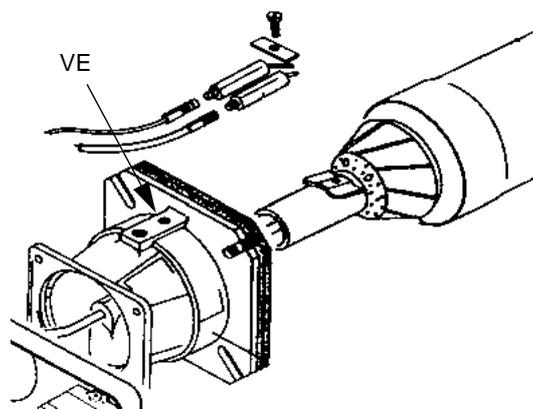

Fig. 18
- Smontaggio esame e pulizia testa di combustione (Fig. 18);
- Per accedere alla testa di combustione e agli elettrodi allentare la vite VE (Fig. 18) sul bocchaglio del bruciatore e sfilarlo; prevedere un piano di appoggio stabile sul quale posare il bruciatore durante le manutenzioni.